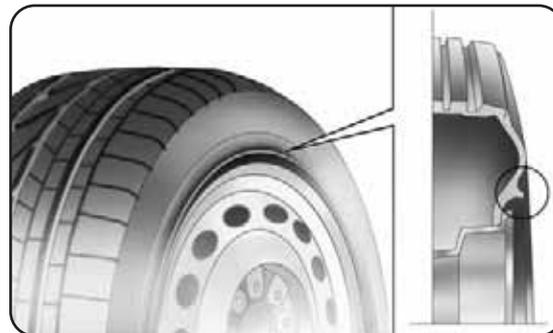

fig. 5
### PNEUS RIM PROTECTOR fig. 5
*No caso de utilização de tampões das rodas integrais fixados (com mola) à jante de chapa e pneus não de fábrica, em pós-venda, equipados com rim protector (ver fig. 5), NÃO montar os tampões de roda. A utilização de pneus e tampões de roda não idóneos, poderá provocar a perda repentina da pressão do pneu.*